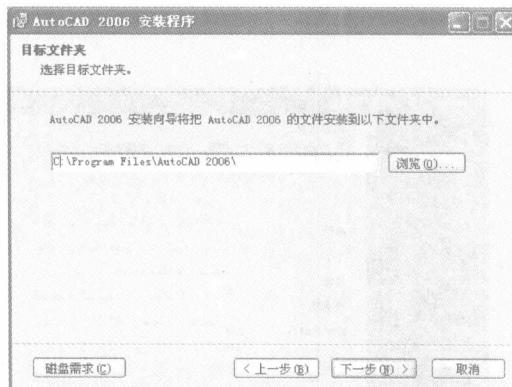
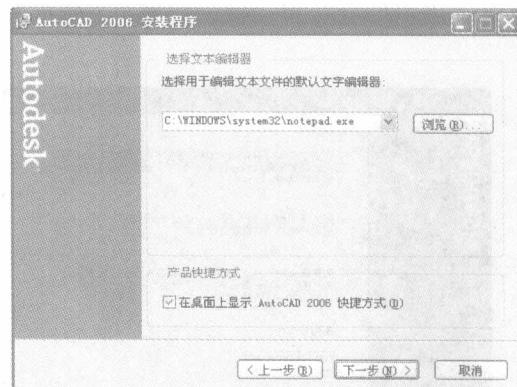

图 1-10 “目标文件夹”对话框
图 1-11 “选择文本编辑器”对话框
- 8) 在“安装可选工具”对话框中，选择要安装的工具，单击“下一步”按钮，弹出“目标文件夹”对话框，如图 1-10 所示。
9) 在“目标文件夹”对话框中，默认的目标文件夹是 C:\Program Files\AutoCAD 2006\，如图 1-10 所示，接受默认路径，可直接单击“下一步”按钮，弹出“选择文本编辑器”对话框，如图 1-11 所示。